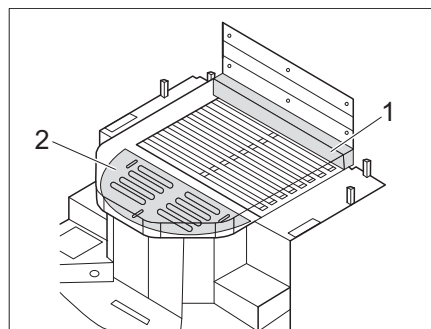

Fig. 183 Letto con prolunga del materasso (con materasso aggiuntivo e tavola estraibile)
- Collocare il materasso aggiuntivo (Fig. 183,1) sulla testata del letto centrale.
- Estrarre la tavola estraibile (Fig. 183,2).